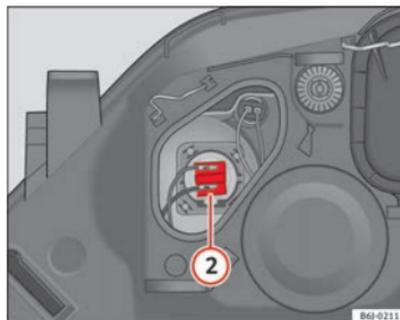

Fig. 144 Feux de route
- Retirez le connecteur ⇒ fig. 144 ② en tirant vers l'extérieur.